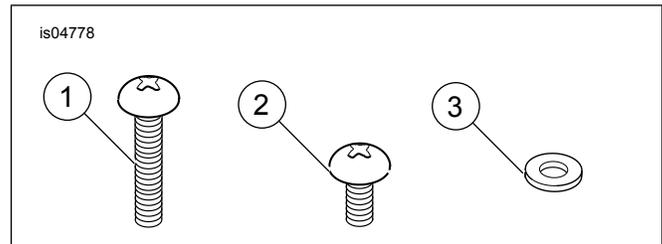

Figure 1. Pièces détachées : Kit de visserie de boîtier commutateur
Voir Figure 1 et Tableau 1.
3. Voir Figure 1. Pour les brides de serrage de boîtier de levier d'embrayage supérieur et inférieur et de levier de frein avant, utiliser les vis (1) avec les rondelles (3). Serrer selon les couples de serrage indiquées dans le manuel d'entretien approprié.
4. Pour les boîtiers de couvercle de commutateur, utiliser les vis (2). Serrer selon les couples de serrage indiquées dans le manuel d'entretien approprié.